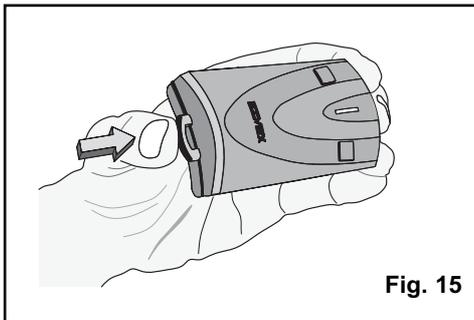
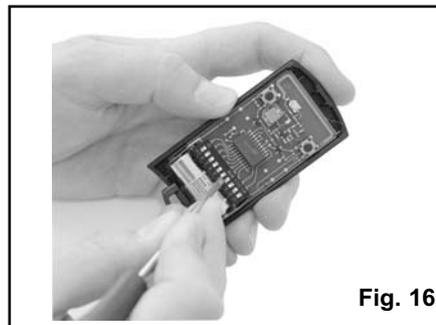

Fig. 15
Fig. 16
2. Aprire il coperchio e disporre i contatti del dip switch a piacimento (Fig. 15 e Fig. 16).
2. Set the radio control DIP switches contacts to the desired positions (see Fig. 15 and Fig. 16).
2. Agir sur le couvercle et placer comme on veut les contacts du Dip switch (Fig. 15) et (Fig. 16).
- 2 - Den Deckel entfernen (Abb. 15) und die Kontakte des Dip-Schalters wie gewünscht anordnen (Abb. 16).